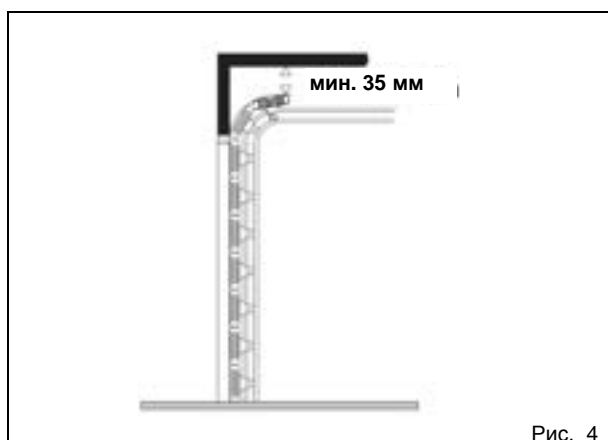

Рис. 4
Макс. расстояние от потолка (мм)	35 (Рис. 4)
- Между верхним краем полотна ворот и плоскостью потолка должен оставаться зазор не менее 35 мм (рис. 4).
- 2) Кроме того, на раме следует провести горизонтальную линию, соответствующую максимальной высоте, на которую поднимается полотно ворот во время движения (рис. 4).